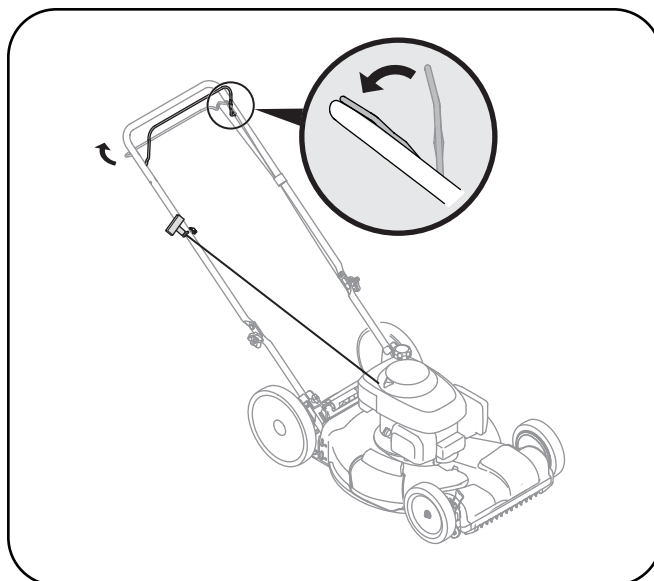

Figure 5-1
1. Quand le moteur tourne, continuez à appuyer la barre de commande contre le guidon et serrez une commande d'entraînement (ou les deux) pour faire avancer la tondeuse. Voir la Figure 5-1.